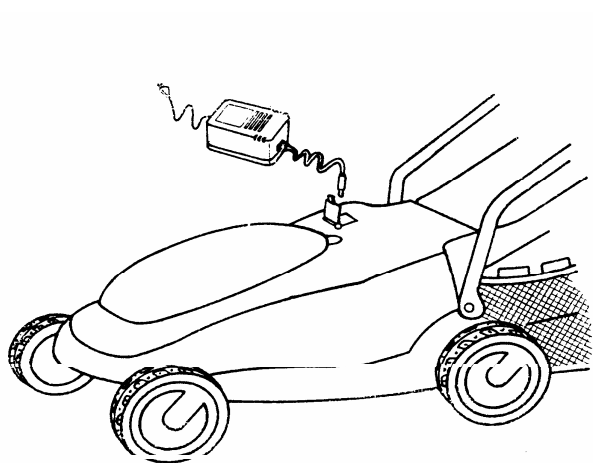

Fig. 11-1
* De vier wielen van de grasmaaier moeten op de grond staan. Steek de ronde stekker van de lader in de laderbehuizing (middelste opening) van het sleutelgat van de maaier (Fig. 11-1). Sluit vervolgens de lader op het net aan. De grasmaaier kan niet geladen worden wanneer de veiligheidssleutel in het slot zit, omdat zij de laderbehuizing bedekt.